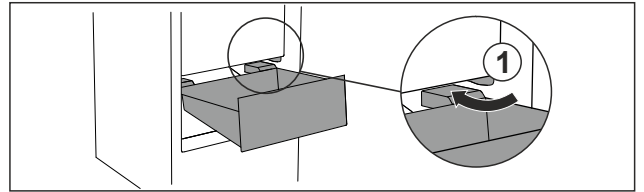

Fig. 94
- Schubfach schräg um die Stopper Fig. 94 (1) herumführen.